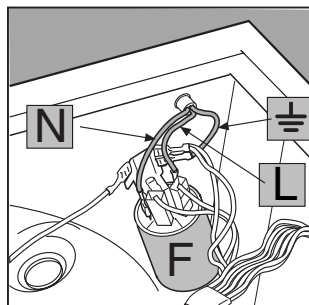

Fig. 4
3. Desconecta los cables del filtro antiinterferencia **F** [fig. 4] prestando atención a su posición (cable azul = **N**; cable marrón = **L**); desconecta por último el cable de tierra \perp .